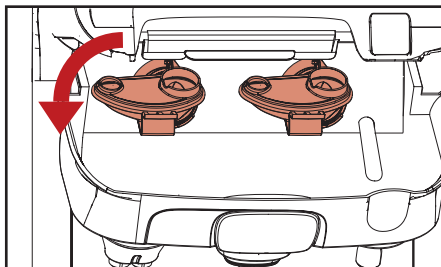

Fig. 5.10 - Enlevez les bols de mélange
- b. Tournez les bols de mélange dans le sens contraire d'une montre et tirez pour les enlever (fig. 5.10).